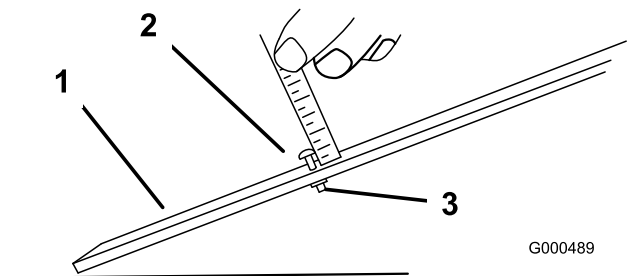

Bild 48
3. Lösen Sie die Mutter an der Messlehre (Bild 48) und stellen Sie die Einstellschraube auf die gewünschte Schnitthöhe ein. Der Abstand zwischen dem unteren Ende des Schraubenkopfs und der Stirnseite der Messlehre ist die Schnitthöhe.